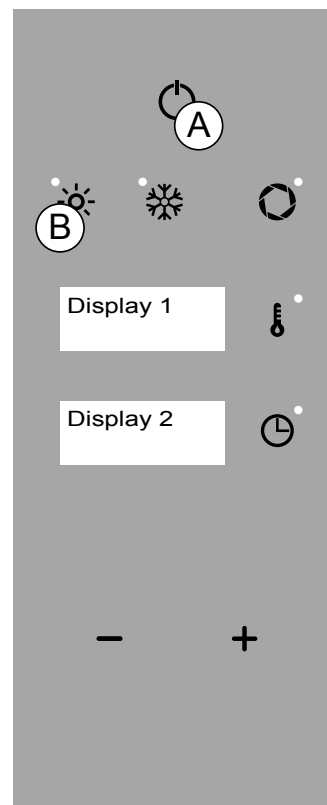

Fig.1
- Modus "UIT": weergave klok (Afb.1 Display 2).
- Modus "STAND-BY": weergave naam oven en klok (Afb.1 Display 1 e 2).
- Modus "HOOFDMENU": functie "CONVECTIE" actief (Afb.1/B), temperatuur 180° C (Afb.1 Display 1) en tijd 0:00 (Afb.1 Display 2).
In de modus "selectie van de functie" of "selectie van de parameter", zal de oven, na 5 seconden inactiviteit, de getoonde functie of waarde opslaan (Afb.1 Display 1 - 2).
**Na het voltooien van de ingestelde tijd verschijnt het knipperende bericht "EINDE" (Afb.1 Display 1-2).